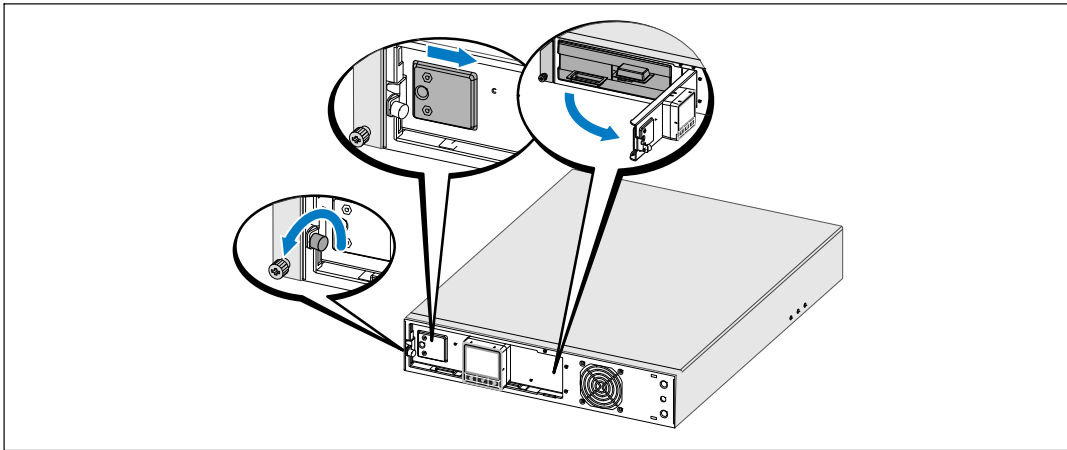

Abbildung 20. Öffnen der metallenen Batterieabdeckung
- 2 Lösen Sie die Rändelschraube auf der metallenen Batterieabdeckung, schieben Sie die Abdeckung nach rechts, und öffnen Sie sie (siehe Abbildung 20).